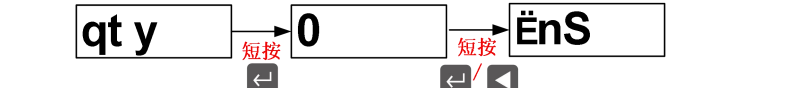

图3
- 图 3. 查看多点修正数量 (qty): CLS 按▼进入 qty, 再按↵显示多点修正数量, 按↵或◀切换到ËnS 选项。